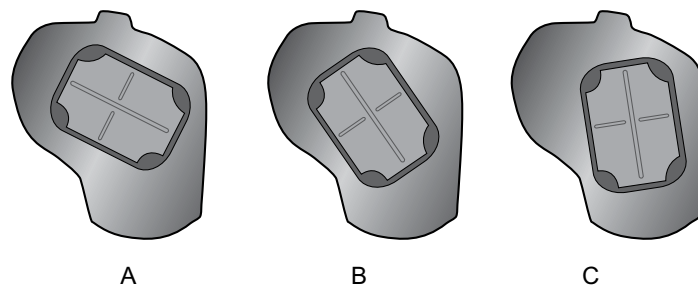

Bild 6-15: Flexorpaneler
- Välj en flexorpanel som skapar den önskade handrörelsen. Se bild 6-15.